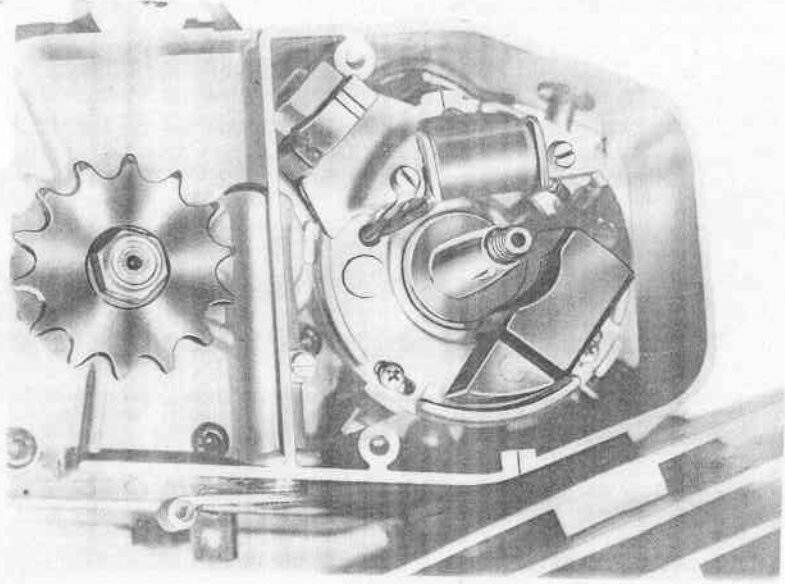

Fig. 8 - Segno di riferimento
— Rimuovere lo «stator» fissato al basamento motore da 3 viti. Prima della rimozione, effettuare un segno di riferimento (I) tra la base dello stator ed il carter, per poterlo rimontare nella stessa posizione, durante l'operazione di montaggio (fig. 8). Tornare a girare la chiave dall'albero motore.